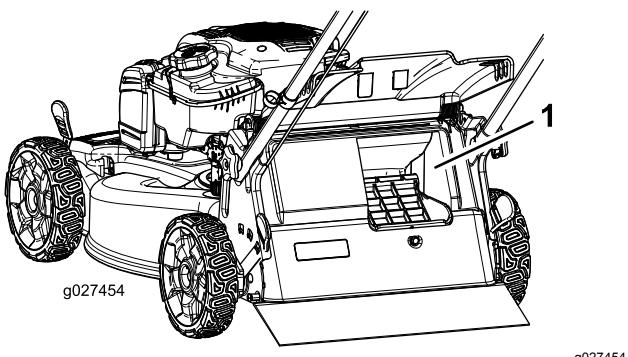

Figura 24
**Importante:** Para garantir o funcionamento correto, desligue o motor, aguarde que todas as peças móveis parem e, em seguida, retire aparas e detritos da abertura de uso do saco a pedido e em redor da abertura (Figura 24) antes de deslocar a alavanca de uma posição para a outra.